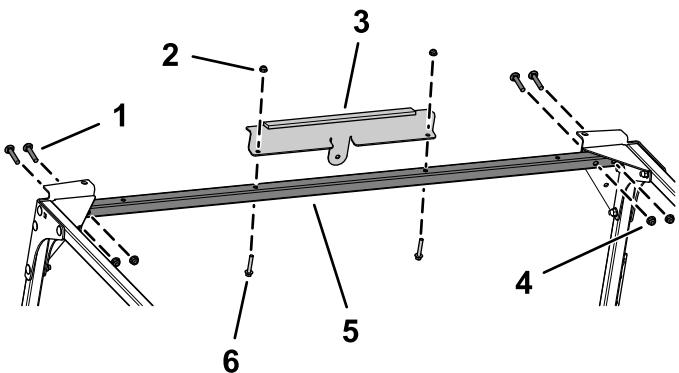

图11
10. 如图11 所示, 用 4 个托架螺栓 (5/16 x 1 $\frac{3}{4}$ 英寸) 和 4 个凸缘螺母 (5/16 英寸) 将前交联松松地安装到前安装板和角撑板上。
11. 如图11 所示, 用 2 个六角凸缘螺栓 ($\frac{1}{4}$ x 1 $\frac{1}{2}$ 英寸) 和 2 个凸缘螺母 ($\frac{1}{4}$ 英寸), 将前支架安装到前交联上。